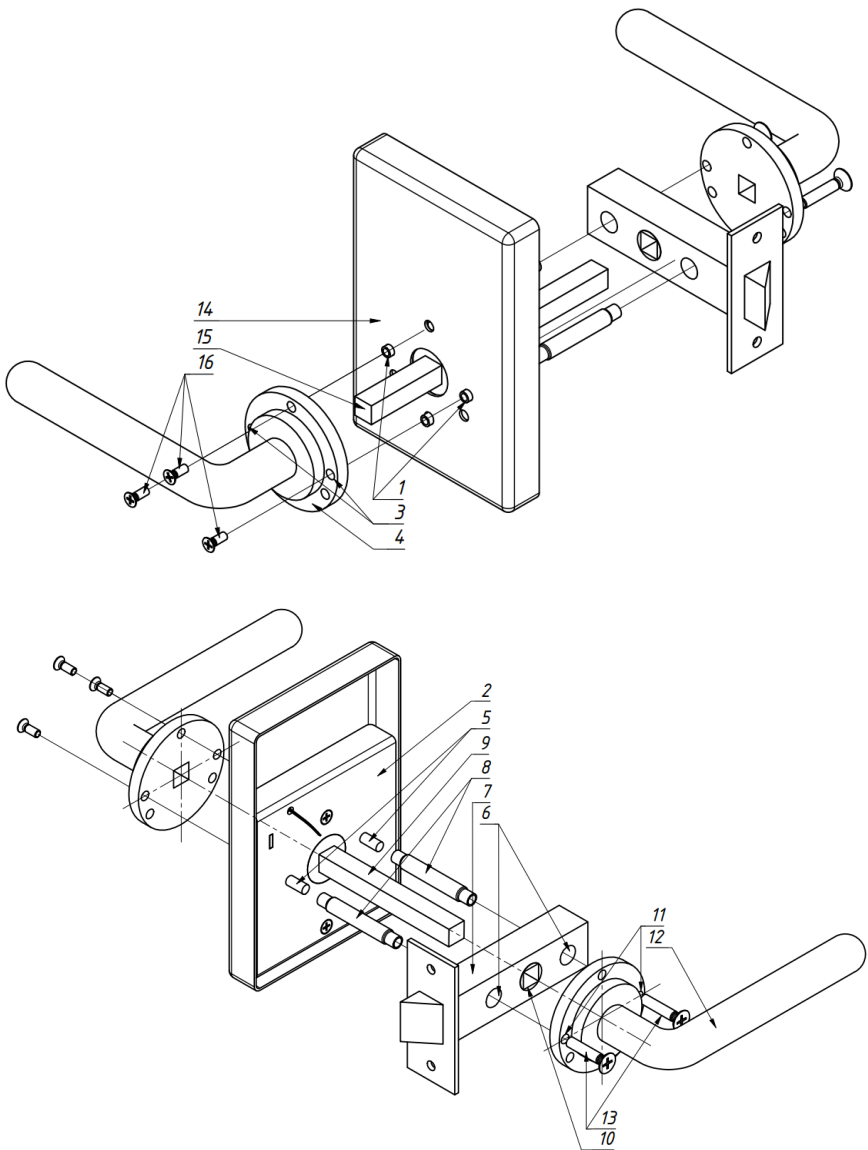

Рис.3. Схема сборки.
При описании монтажа предполагается, что врезной замок/защёлка (7) (см. рисунок 3) уже был установлен в полотно двери. Перед началом монтажа необходимо убедиться в том, что расположение крепежных втулок (1) на замке (2) совпадают с отверстиями (3) на розетке ручки (4), положение крепежных шпилек (5) на замке (2) совпадает с положением отверстий (6) в замке/защелке (7), диаметр втулки стяжной (8) меньше, чем диаметр отверстия (6) в замке/защелке.